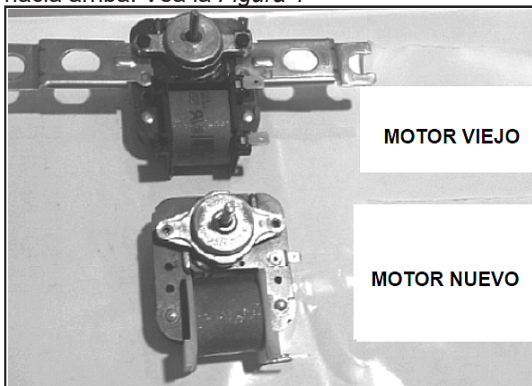

Figura 1
3. Coloque el nuevo motor del ventilador al lado del viejo con el eje hacia arriba. Vea la *Figura 1*